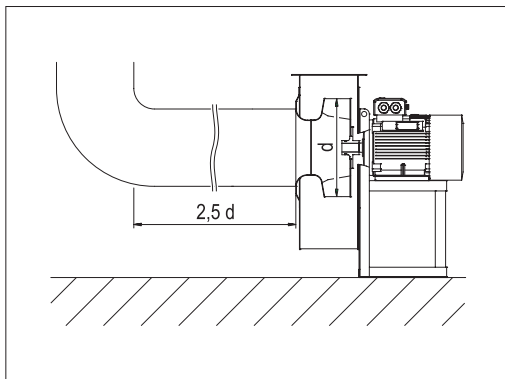
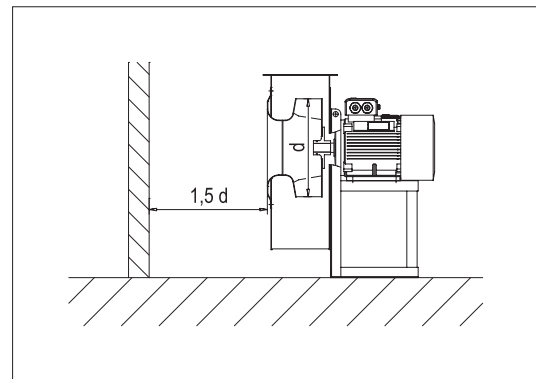

FIG. 10 (Collegamento a tubazioni)
FIG. 11 (Aspirazione libera)
5.3.1- Posizionamento (FIG. 10 e FIG. 11)